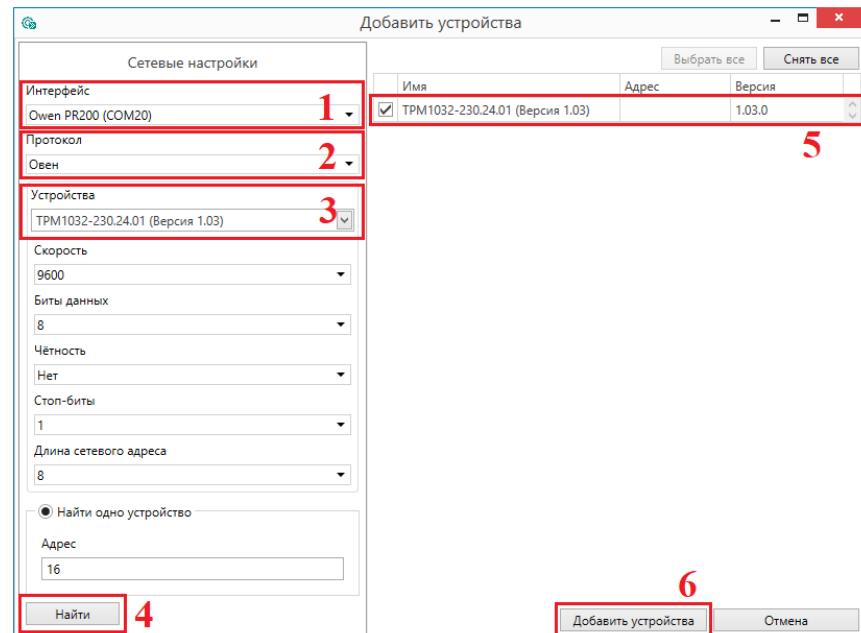

Рисунок 5.2 – Настройки связи с устройством
6. Выбрать интерфейс «Устройство с последовательным интерфейсом USB» (см. рисунок 5.2, 1). Номер СОМ порта, присвоенный прибору можно узнать в Диспетчере устройств Windows.
7. Выбрать протокол **ОВЕН** (см. рисунок 5.2, 2).
8. Выбрать устройство (Пункт 3 на рисунок 5.2). Модификация прибора указана на боковой стороне прибора.
9. Выбрать «Найти одно устройство», если добавляется один прибор. Запустить поиск нажатием на кнопку «Найти» (см. рисунок 5.2, 4).
10. Выделить найденное устройство (см. рисунок 5.2, 5).
11. Добавить устройство в проект Конфигуратора по нажатию кнопки «Добавить устройства» (см. рисунок 5.2, 6).
1. Нажать на кнопку **Обновить устройство** в контекстном меню выбранного устройства или в главном меню. Откроется диалоговое окно для смены встроенного ПО устройства. Допускается обновление одного или нескольких устройств. Устройства следует выделить в области устройств (см. рисунок 5.2, 5) и выбрать **Обновить устройство** в контекстном меню или главном меню.